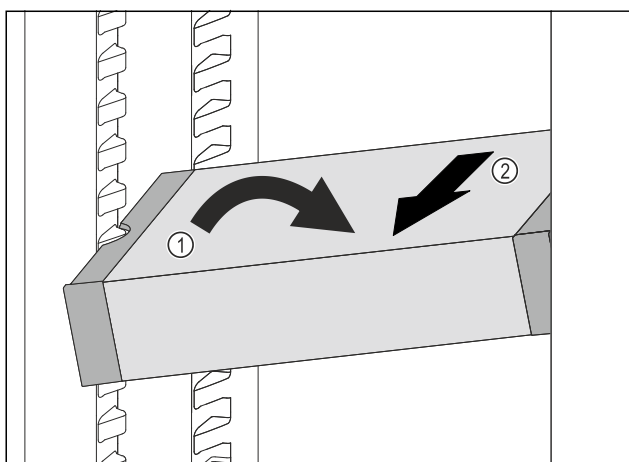

Fig. 217
- Impostare il vano frigorifero di VarioSafe ad angolo. Fig. 217 (1)
- Rimuovere VarioSafe tirando in avanti. Fig. 217 (2)